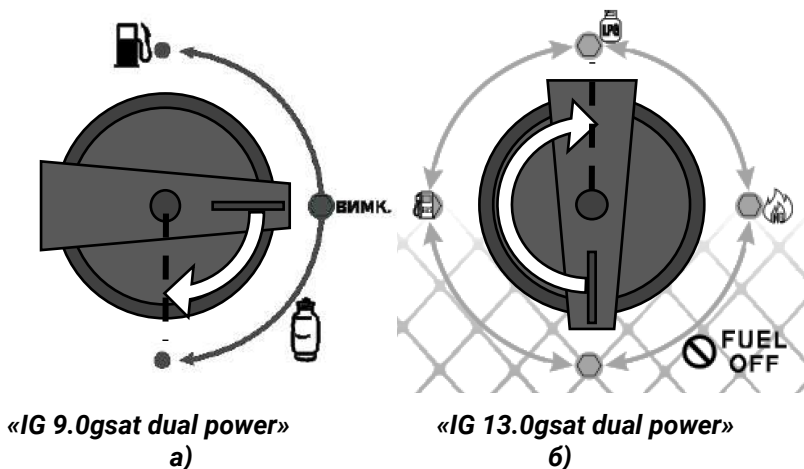

Рисунок 11. Схема роботи перемикача пуску під час запуску двигуна безпосередньо на скрапленому газі.
1. Для пуску двигуна повернути перемикач пуску (5, рис. 1) в положення «Скраплений газ (LPG)», як показано для моделі «IG 9.0gsat dual power» на рис. 11 а та для моделі «IG 13.0gsat dual power» – на рис. 11 б.